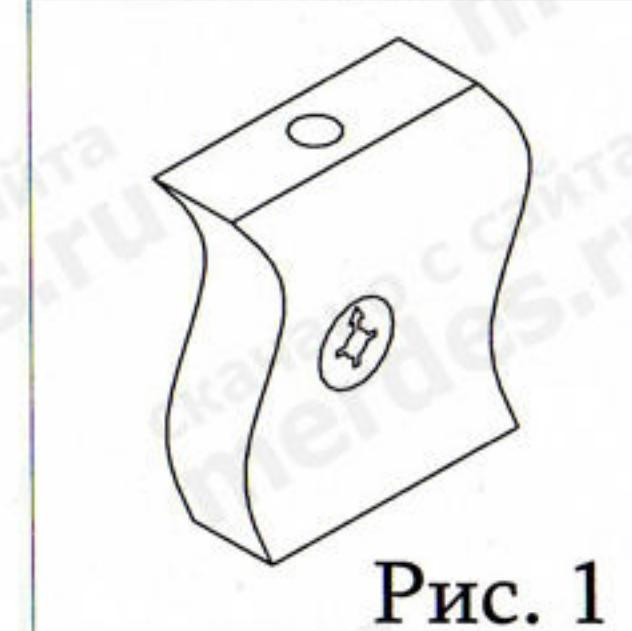
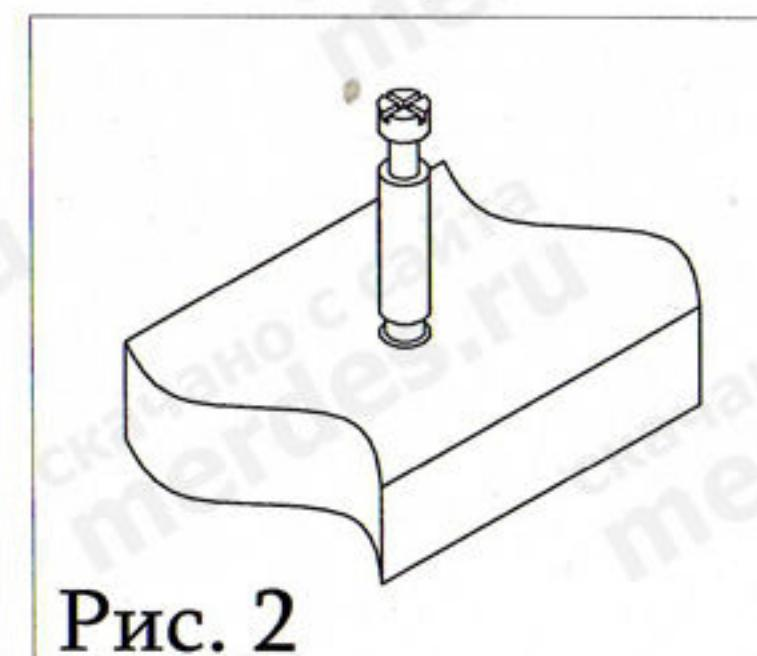

Рис. 1
Рис. 2
1. Вставить стяжки-растекс (3) в детали 1 и 2 (см. рис. 1) Закрутить дюбеля стяжек-растекс (4) в муфты на полках 10 и 3 (см. рис.2). Соединить детали 1 и 2 с полкой 10. Фиксацию стяжек-растекс произвести путем поворота их по часовой стрелке. Прикрутить к деталям 1 и 2 с внутренних сторон направляющие (7) при помощи евровинтов (11). Деталь 4 соединить с полкой 10 при помощи шкантов (1). Установить полку 3. Зафиксировать стяжки-растекс (3). В свозные отверстия полки 3 забить шканты (9) так, чтобы выступающая часть шканта составила примерно 20 мм. Собрать второй и третий ярус стола. В детали, используемые в верхнем ярусе тумбы, забить шканты (1). К полке 10 прикрутить опоры (14) при помощи саморезов (8).
3. Перевернуть столешницу и соединить ее с каркасом тумбы. Зафиксировать стяжки-растекс(3). При необходимости произвести регулировку высоты опор (15), при помощи пластиковой опоры.
Взять стенку заднюю выдвижного ящика 8 и забить в соответствующие отверстия шканты (1). Соединить боковины ящика 6 и 7 с задней стенкой 8. Фиксацию производить при помощи евровинтов (6). Далее положить каркас ящика на заднюю стенку 8 и забить шканты (1) в соответствующие торцевые отверстия на боковинах ящика 6 и 7, и вставить стяжки растекс (3) (см.рис.1). После этого вставить дно ящика 10 в пазы на каркасе ящика, таким образом, чтобы дно ящика 10 вошло в паз на стенке задней ящика 8. Далее закрутить в переднюю панель ящика 9 имеющиеся муфты дюбеля стяжек-растекс (4). Соединить переднюю панель ящика 9 с каркасом . Фиксацию произвести путем поворота стяжки (3) по часовой стрелки. Далее к передней панели 9 прикрепить ручку (12) . Аналогичным образом собрать остальные ящики.